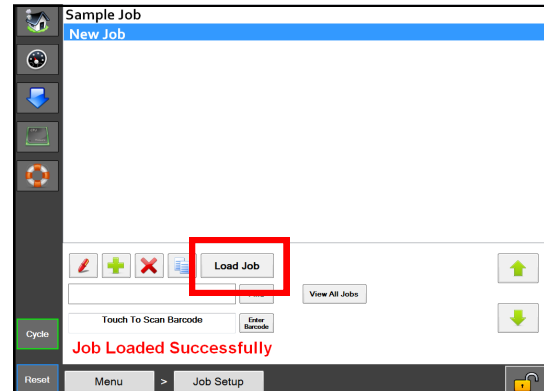

图 5-2D。加载作业按钮。
7. 按加载作业按钮。这样可将突出显示的作业发送到 PLC，并将标签（如果适用）发送到打印机。图 5-2D。